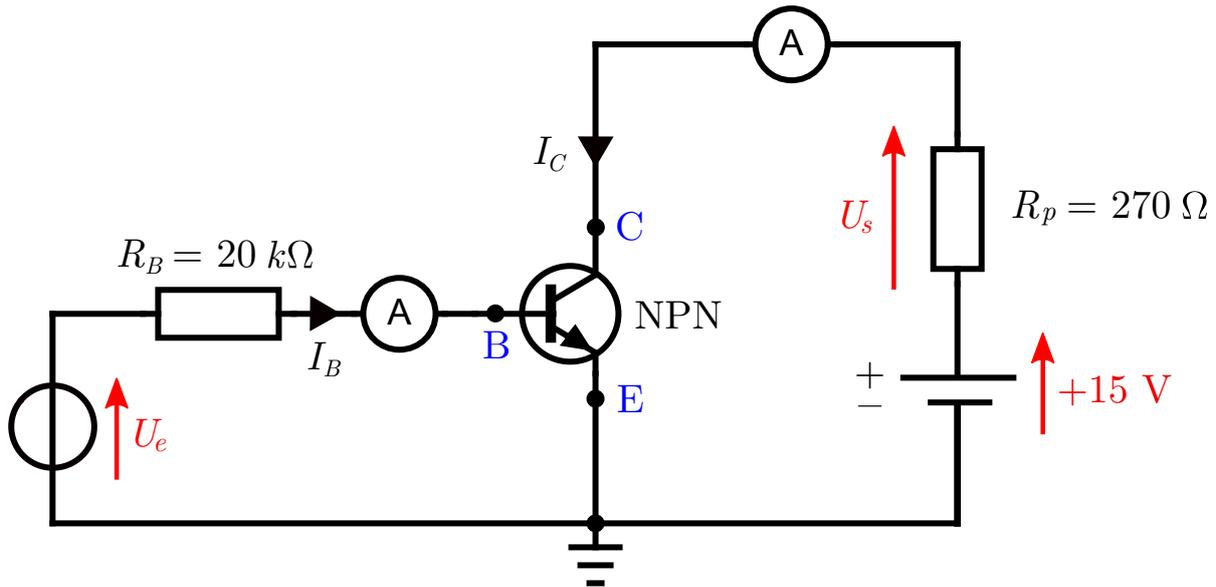

FIGURE 3 – Etude d'un transistor bipolaire.
- **Manip quantitative** : Afin de mettre en avant cette amplification en courant, on réalise le montage présenté en figure 3. On fait varier la tension U_e entre 0 et 10 V par exemple, en mesurant les courants I_B et I_C circulant respectivement dans la base et le collecteur du transistor à l'aide d'ampèremètres.
A l'aide des ampèremètres représentés en figure 3, on mesure le courant de base I_B en fonction du courant de collecteur I_C . Les incertitudes de mesures sont fixées par la précision des multimètres, qui est de l'ordre de $\pm 1\%$.